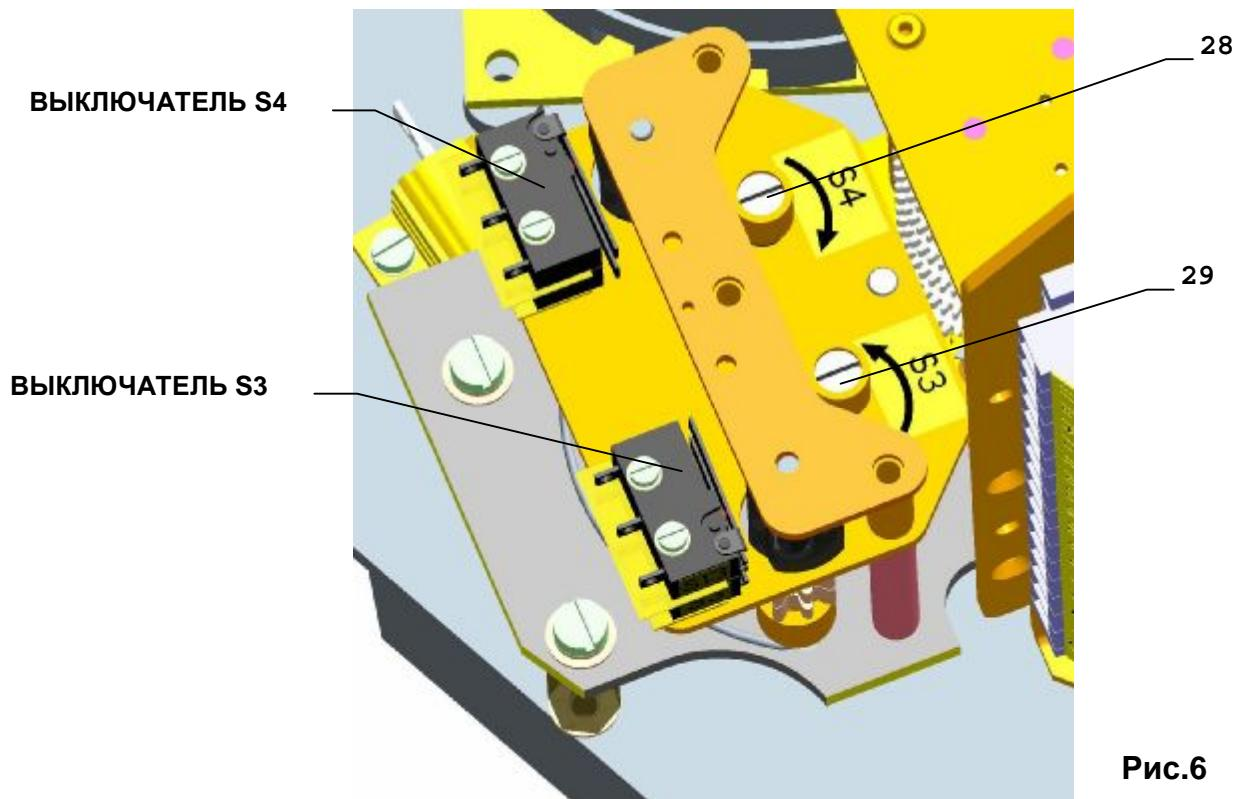

Рис.6
ЭП на заводе изготовителя настроен на ход, который отвечает 6-ому степеню по табличке Но.3. или на ход, соответствующий спецификации заказчика. При установке, настроении и перестановке выключателей положения поступайте следующим образом (Рис. 6,7):
Если ЭП при электрическом переводе во времия хода выключит в промежуточном положении перед достижением положения «открыто» от микровыключателя положения S3 (Рис.6), отверткой введенной в установочный винт(29) оттесните его и поворачивайте в направлении стрелки до того времени, пока соответствующий кулачок не выключит микровыключатель S3. Выберите отвертку из установочного винта (смотри Примечание 1) и продолжайте в перестановке ЭП в положение «открыто».
Если ЭП при электрическом переводе во времия хода выключит в промежуточном положении перед достижением положения «закрыто» от микровыключателя положения S4 (Рис.6), отверткой введенной в установочный винт (28) оттесните его и поворачивайте в направлении стрелки до того времени, пока соответствующий кулачок включит микровыключатель S4. Выберите отвертку из установочного винта(смотри Примечание 1) и продолжайте в переводе ЭП в положение «закрыто».